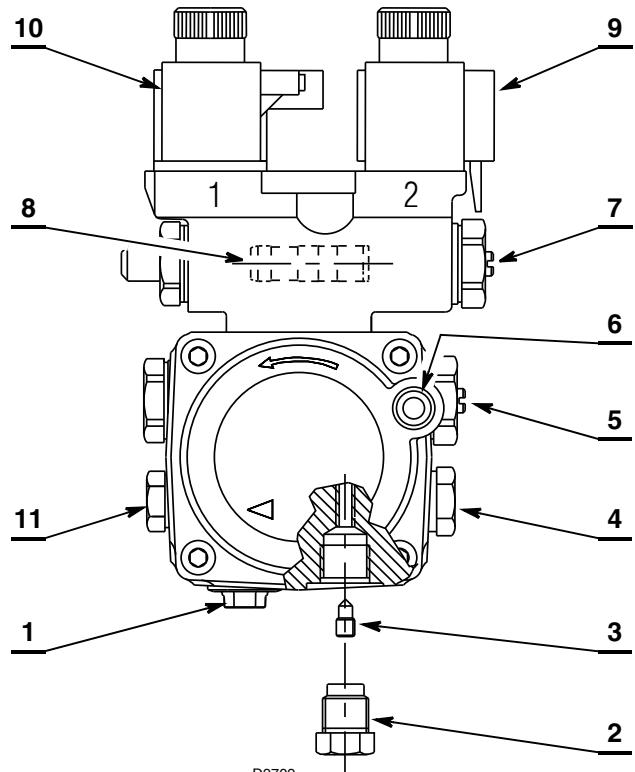

Fig. 11
- La bomba (Fig. 11) está preparada para el funcionamiento con dos tubos. Para el funcionamiento con un sistema de un tubo es necesario desenroscar la tuerca de retorno 2), quitar el tornillo by-pass 3) y luego enroscar de nuevo la tuerca 2) (Fig. 11).
El tapón de cierre de la alimentación de aceite (Aspiración 1) (Fig. 11) es de plástico. Una vez que se lo extrae se recomienda eliminarlo y no volver a utilizarlo en ningún caso.
Leyenda (Fig. 11)
Es suficiente aflojar el racor del vacuómetro 6) (Fig. 11) y esperar hasta que salga combustible.